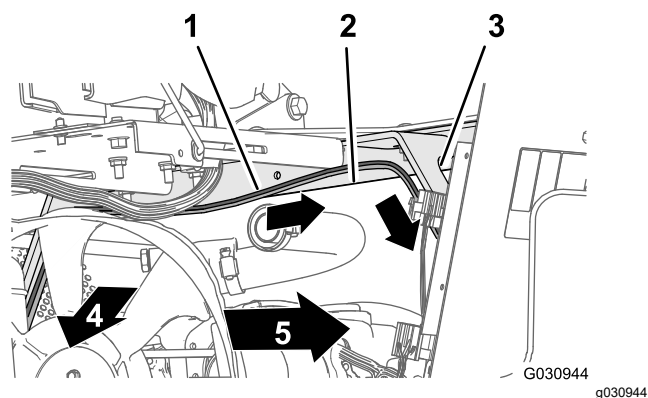

Рисунок 110
2. Проложите ответвление жгута проводов длиной 165 см через угловую часть опоры сиденья и вниз вдоль левой опоры кожуха двигателя (Рисунок 110).